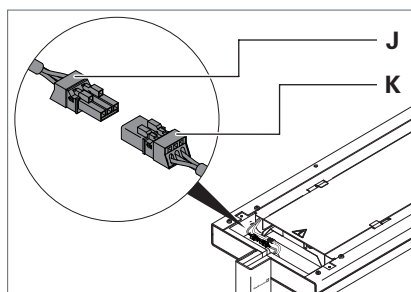

Fig. 5: Collegare la testa dell'apparecchio, parte 2.
- Collegare la presa **J** alla spina **K** della testa dell'apparecchio d'illuminazione, vedi Fig. 5.